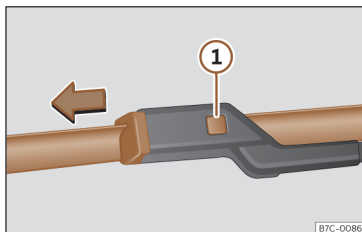

Fig. 38 Cambio de las escobillas del limpiaparabrisas.
- Mantenga presionada la tecla de desbloqueo >>> **fig. 38** ❶ tirando ligeramente de la escobilla en el sentido de la flecha.